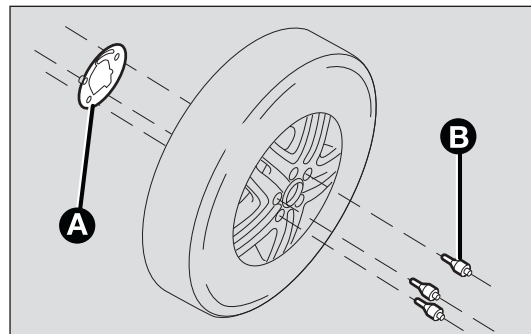

fig. 174
- montare sulla ruota in lega l'apposita piastra A-fig. 174 e fissarla con le viti B in dotazione, utilizzando la chiave fornita;